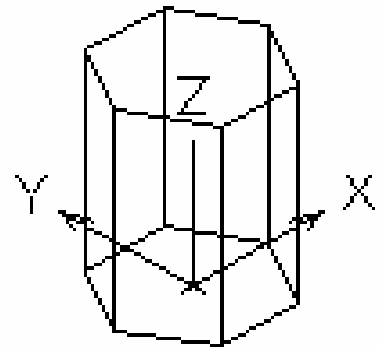

Рис. 4.3
- b) ввести высоту выдавливания (Specify height of extrusion) – **100** (рис. 4.3), **Enter, Enter**.